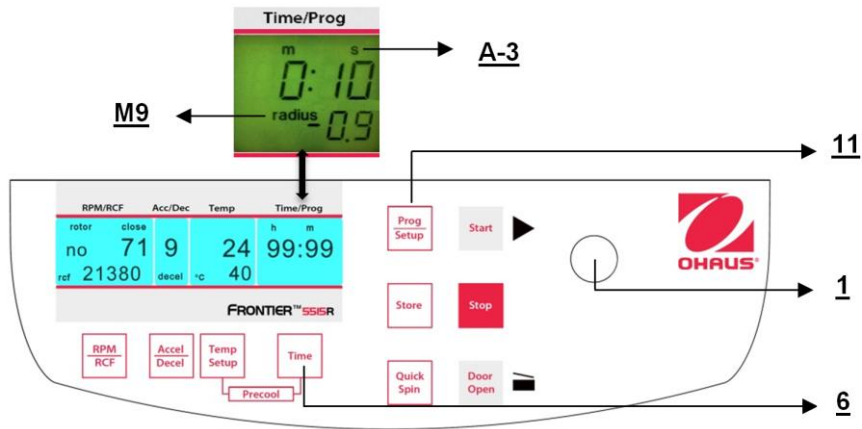

Figura 21
Si usa adaptadores o reductores, puede cambiar el radio centrífugo del rotor respectivo. En ese caso, puede corregir el radio manualmente. Proceda de la siguiente manera: Cierre la tapa, luego presione el botón **"Time"** (6) (vea la Figura 21) y el botón **"Prog/Setup"** (11) al mismo tiempo y manténgalos presionados.